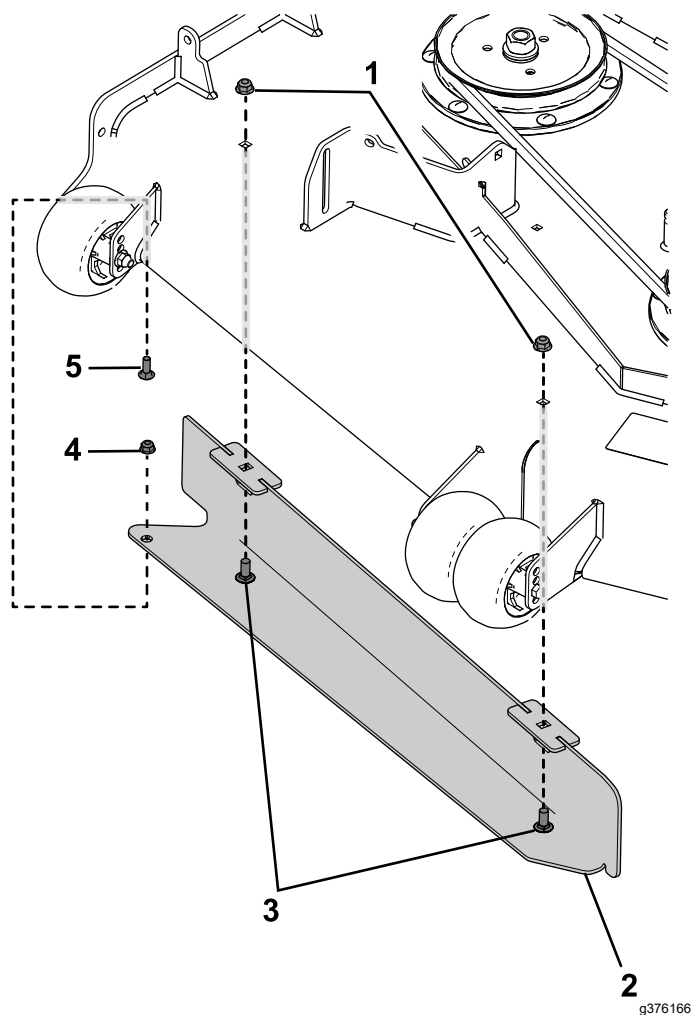
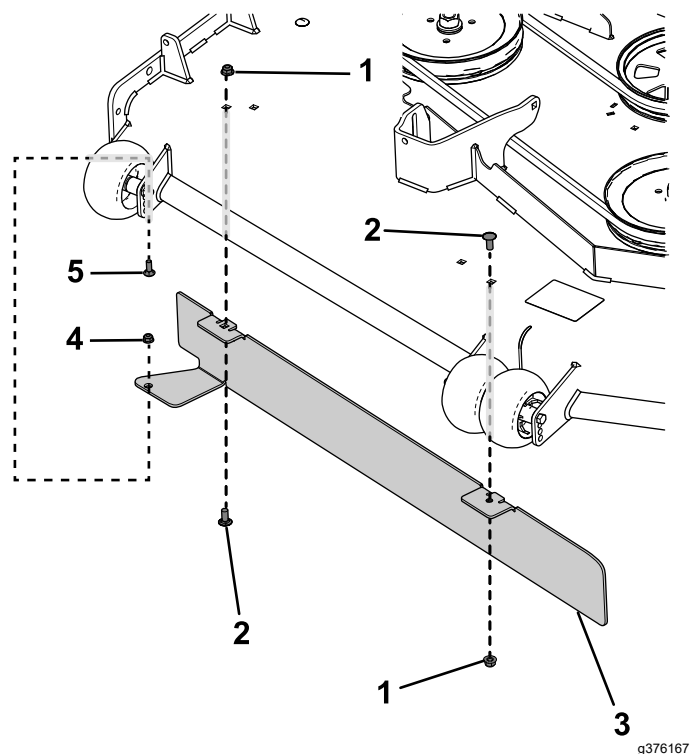

Figure 26
Figure 27
2. Fixez le déflecteur à l'aide du boulon de carrosserie (5/16 x 7/8 po), de l'écrou à embase (5/16 po), des 2 boulons de carrosserie (3/8 x 7/8 po) et des 2 écrous à embase (3/8 po), comme montré à la Figure 26 et la Figure 27.